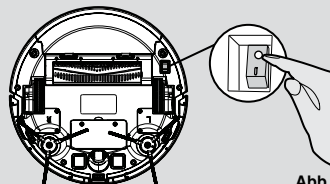

Abb. 9
Schalten Sie den Saugroboter mit dem Ein/Aus-Schalter unten (I) ein. **[Abb. 9]** Stellen Sie ihn vor der Ladestation ab.
1. Drücken Sie den EIN/AUS-Schalter unten auf dem Roboter. **[Abb. 9]**